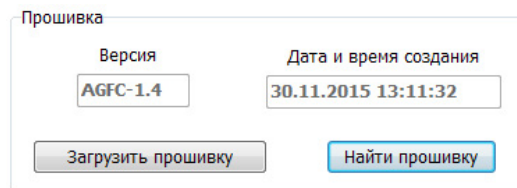

Рис.23. Чтение прошивки и загрузка прошивки в устройство.
3. Перейти на вкладку «Обновление прошивки» и нажать кнопку «Включить поиск неисправного контроллера» (Рис.23).